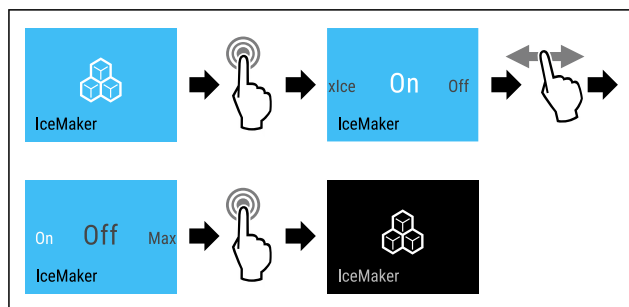

Fig. 20 Ilustrační zobrazení s aktivní funkcí IceMaker
- Proved'te akční kroky (viz Fig. 20).